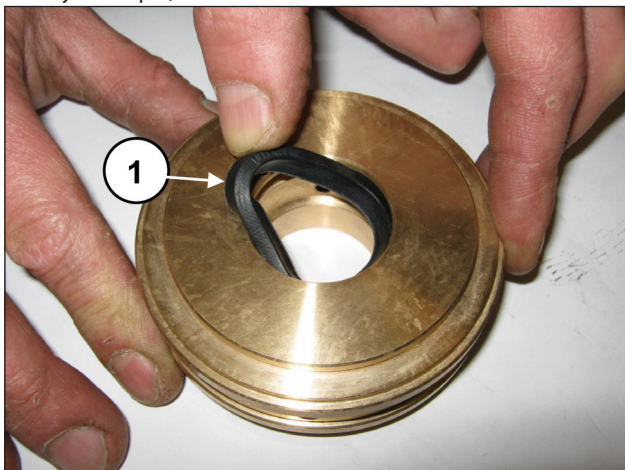

Fig. 177
Placer le joint basse pression dans le support des joints (rep. ①, Fig. 177) en prenant garde au sens de montage de la lèvre d'étanchéité qui doit être orientée vers l'avant (vers la tête hydraulique).